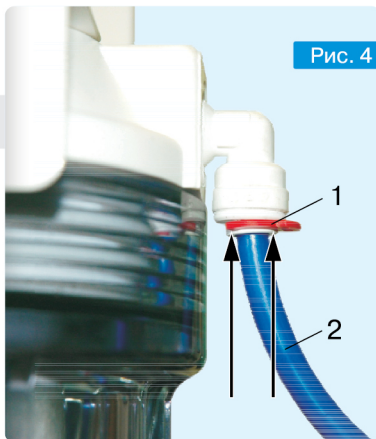

Рис. 4
- 2 - подключение к угловым фитингам (подробнее - см. рис. 4);
6.8. Вставьте до упора во входной (IN) угловой фитинг синюю трубку 2 (рис. 4) и зафиксируйте её стопорным кольцом 1. Аналогичным образом вставьте до упора в выходной (OUT) угловой фитинг белую трубку и зафиксируйте её стопорным кольцом.
6.9. Для снятия трубки необходимо удалить стопорное кольцо 1, надавить вверх нижнюю (выступающую) часть углового фитинга (см. стрелки на рис. 4), извлечь трубку 2.